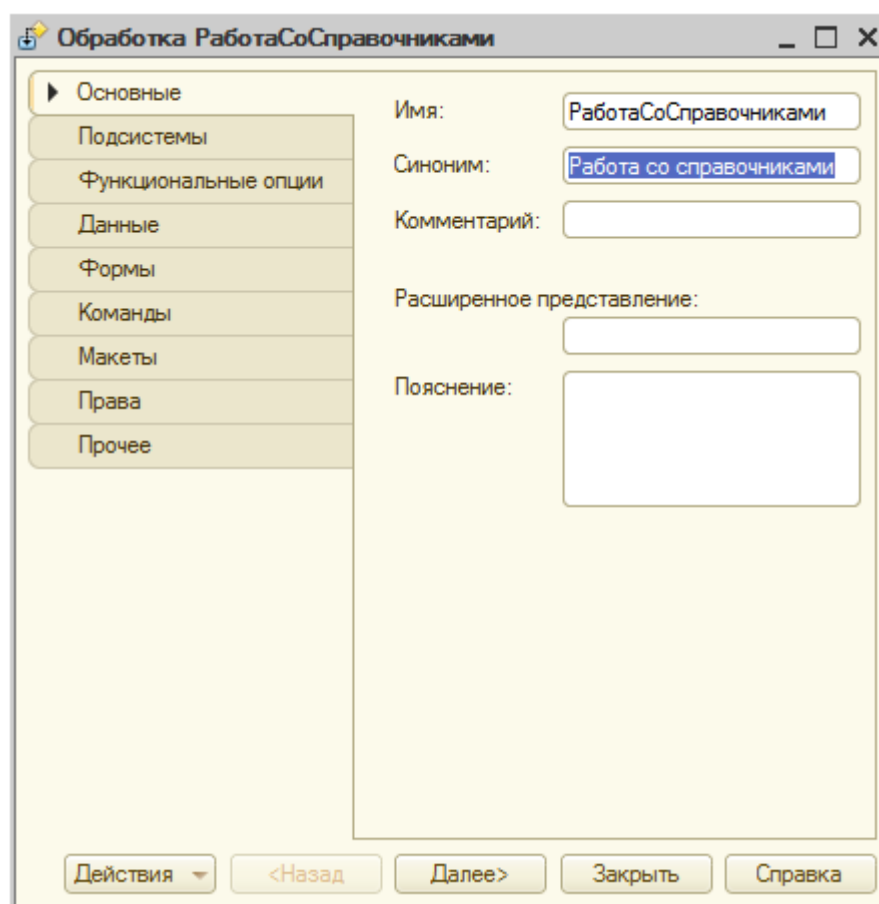

Рисунок 8.1- Создание обработки
1. Начнем с создания обработки, которая выводит имена всех справочников, имеющих в системе. Для этого добавим новую обработку в ветви **Обработки** дерева конфигурации. Назовем ее **РаботаСоСправочниками**, Рисунок 8.1.